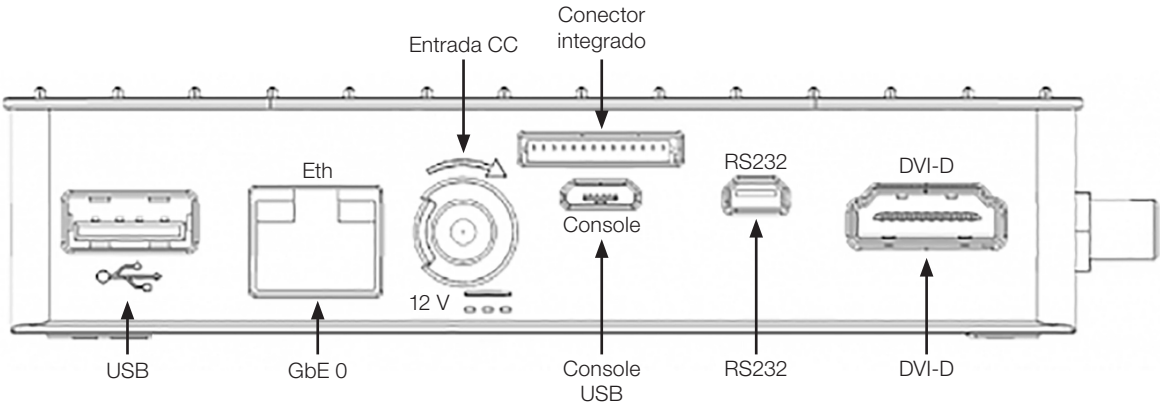

Figura 3.2: Superfície traseira
Para inicializar o WCD-ED300-SCS, basta que a fonte de alimentação que acompanha o produto seja conectada ao dispositivo por meio da entrada de potência CC (Figura 3.2 na página 3-2). O conector da fonte deve ser encaixado na entrada e em seguida rotacionado no sentido horário para que este seja fixado mecanicamente. Em seguida, basta conectar a fonte em uma tomada que ofereça alimentação de 110 ou 220 V para que o WCD-ED300-SCS seja inicializado.
Na superfície traseira são identificados os seguintes conectores (Figura 3.2 na página 3-2):
1. Conectar um cabo Ethernet entre o computador e a porta Ethernet marcada com "GbE 0" no ED300, localizada ao lado do conector da fonte de alimentação (Figura 3.2 na página 3-2).